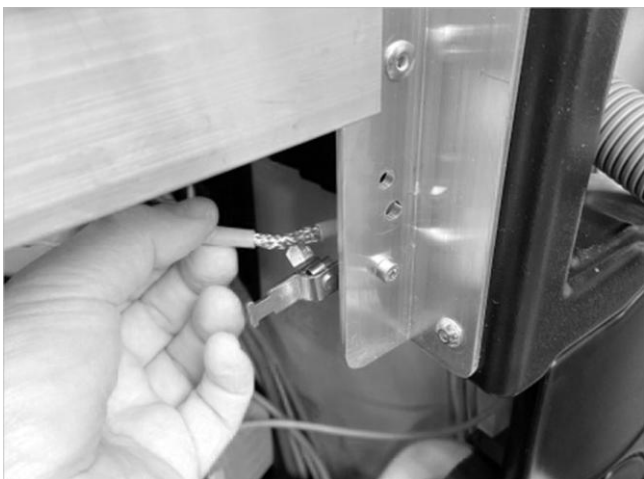

Abb. 6: Schirmklemme am Gestell des Lademoduls von SolvisMax
3. Die Modbus-Leitung mit dem Schirm in die Schirmklemme führen. Bei SolvisMax dazu die Schirmklemme am Gestell des Lademoduls anschrauben (siehe → Abb. 6).